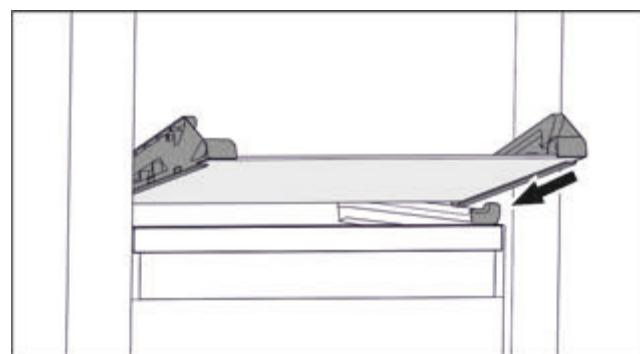

Fig. 93 Скляна пластина відкидного висувного ящика
- Встановити скляну пластину за стопорами навскоси. (див. Fig. 93)